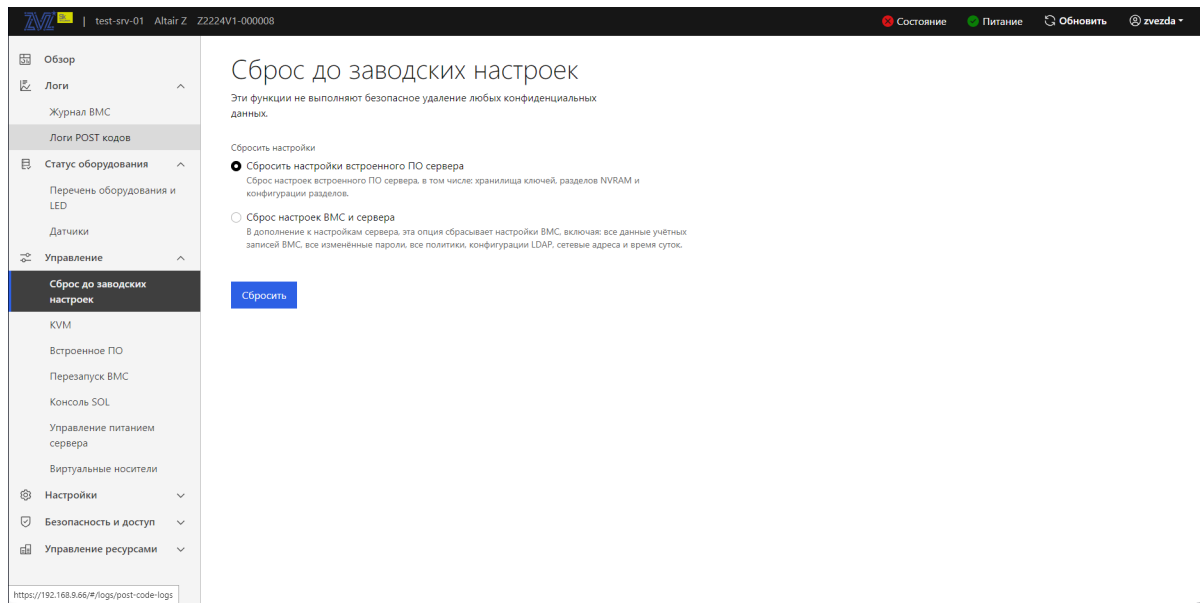

Рис. 82. Окно «Сброс до заводских настроек»
- 2) Пройдите во вкладку «Управление» → «Сброс до заводских настроек» в данной вкладке осуществляется сброс настроек сервера до заводского состояния. В поле «Сбросить настройки» выберите сброс тех настроек которые вы хотите произвести (сброс настроек встроенного ПО сервера либо сброс настроек BMC и сервера) и нажмите кнопку «Сбросить». Окно показано на рис. 82 Окно «Сброс до заводских настроек»